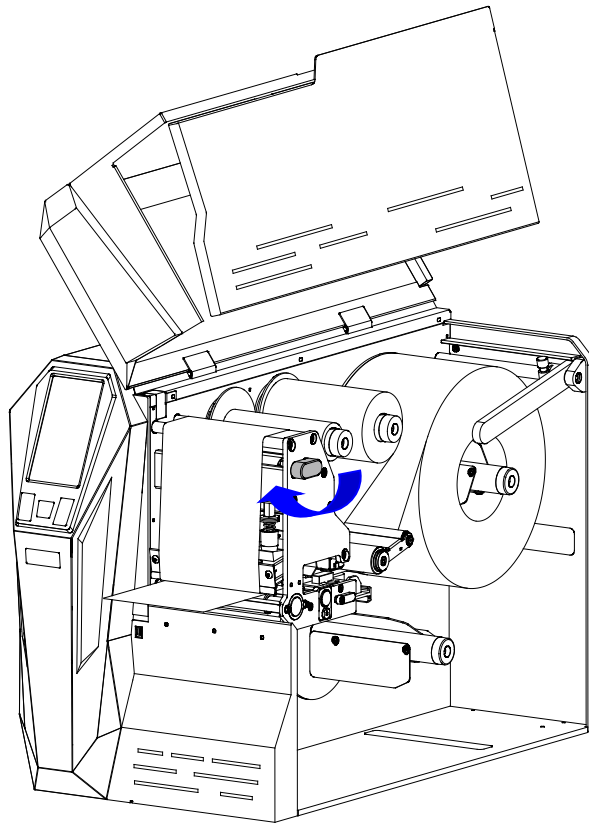

图 2-26 压下打印头
5. 沿 CLOSE 方向转动手柄，压下打印头，如图 2-26 所示。